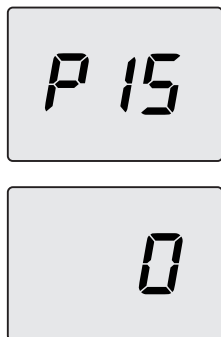

Figura 5.31
- Scorrere i vari parametri utilizzando i tasti 13 o 14 fino a far apparire sul display LCD le lettere **P15** che si alternano con il valore del parametro, indicanti l'entrata nel "parametro 15" (Figura 5.31).
- Premendo contemporaneamente i tasti 12 e 13 (Figura 5.29) si esce senza modificare il valore (ritorno alla lista parametri Figura 5.31).